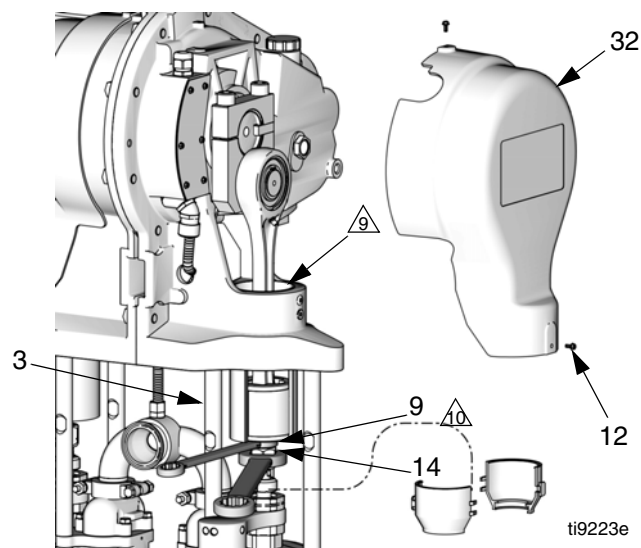

FIG. 4. Ta bort kopplingsmutter
5. Se FIG. 4. Placera en 3/4-tums skiftnyckel på glidpistongens (9) flatsida (precis ovanför kopplingsmuttern), för undvika att glidpistongen/anslutningsstaget vänder sig när du lossar på kopplingsmuttern (14). Placera skiftnyckeln så att den sitter fast mot ett av styrstagen (3). Att använda överdriven kraft på glidpistongen/anslutningsstaget kan förkorta livstiden på det nedre stiftlagret.
6. Skruva med en 1-1/4" u-nyckel bort kopplingsmuttern (14) från glidpistongen (9) och låt den glida ner på pumpens pistongstag. Var försiktig så att du inte tappar bort kragarna (13).